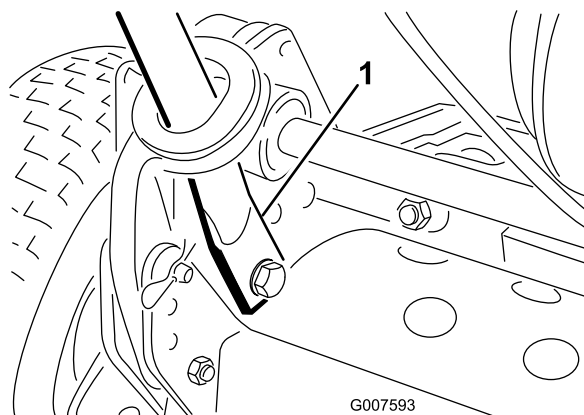

図 3
5. ハンドルの端を内側にたわめながら、取り付けピンに通す（図 3）。
6. 先ほど外したボルトとワッシャとロック・ワッシャを使って、ハンドルの端部を取り付けピンに固定する（図 3）。
7. 先ほど外したボルトとロック・ワッシャを使って、ハンドル・アームの下部を機体の左右に固定する（図 3）。ハンドル・アームの取り付け穴にブッシュを入れるのを忘れないこと。
8. 先ほど取り外したヘアピン・コッターとリング・ピンを使ってハンドル・アームをフレームに固定する（図 3）。